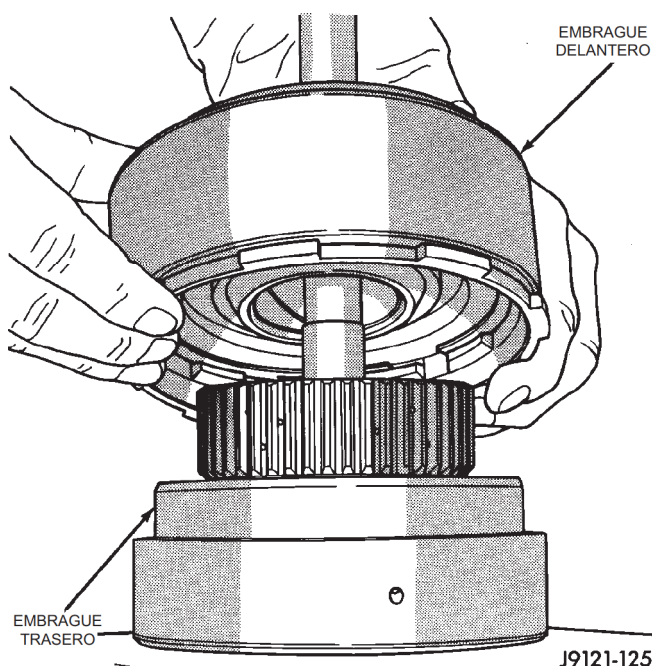

Fig. 80 Separación del embrague delantero del embrague trasero
(19) Levante el embrague delantero para extraerlo del trasero (Fig. 80). Deje a un lado las unidades de embrague para someterlas a una revisión general.